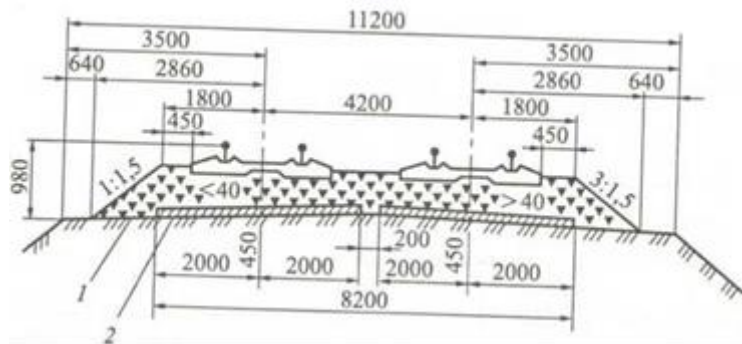

Рис. 10. Типовой поперечный профиль балластной призмы
5.2. Материал для балласта (рис. 10) _____
Обозначения на рис. 10: